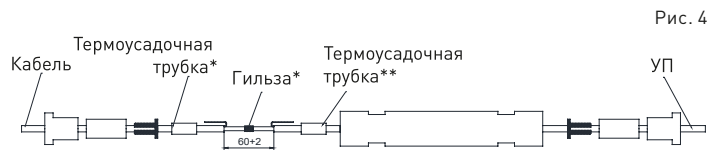

Рис. 4
7.3.2 Надеть на зачищенную жилу нагревательного кабеля RGN гильзу* (для RGN-01-01 гильза длиной 8 или 8,5 мм; для RGN-02-01 гильза длиной 30 мм), с другой стороны вставить в гильзу* зачищенную жилу установочного провода RGN. Зачищенные жилы вставлять в гильзу до изоляции! Опресовать гильзу* с помощью ручного кримпера (см. рисунок 4).